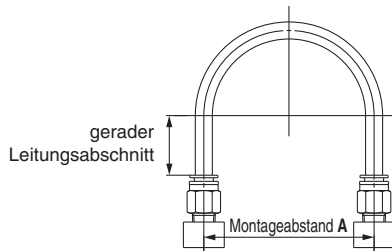

Abb. 1 Empfohlene Leitungsverlegung
1. Achten Sie beim Anschluss der Leitung an der Steckverbindung, dass der Schlauch ausreichend lang ist (siehe Anschlussbedingungen in Abb. 1.).